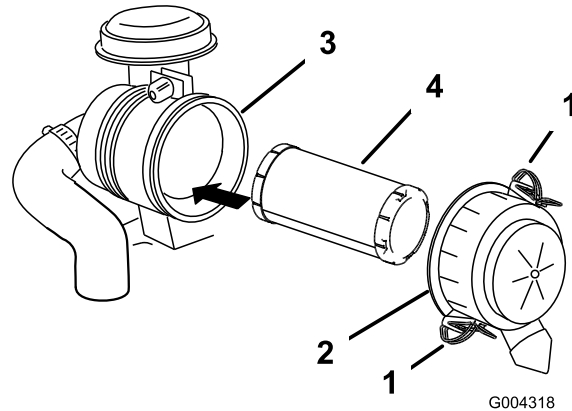

Figura 32
3. Abra los cierres del limpiador de aire y tire de la tapa del limpiador de aire para separarla de la carcasa del limpiador de aire (Figura 32).
5. Extraiga con cuidado el filtro de aire de la carcasa del limpiador de aire (Figura 32). Evite golpear el filtro contra el lado de la carcasa.
2. Deslice el filtro de aire con cuidado en la carcasa (Figura 32).
3. Instale la tapa del limpiador de aire con el lado que lleva la palabra **UP** hacia arriba, y fije los cierres (Figura 32).